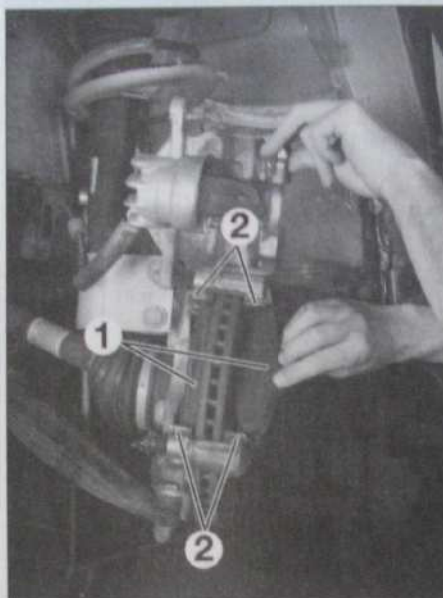
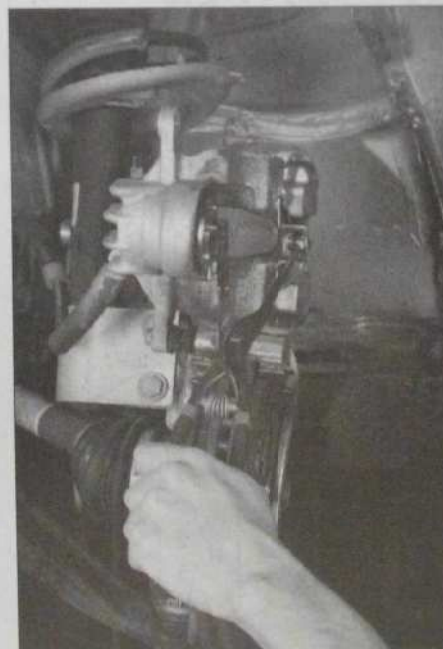

Fig. 3
Fig. 4
- Basculer l'étrier vers le haut (Fig.3).
- Déposer les plaquettes de frein (1) et les cales d'appui (2).
- Repousser complètement (à l'aide d'un outil approprié) le piston de l'étrier (Fig.4).
- les plaquettes (1) et les cales d'appui (2) (Fig.3),